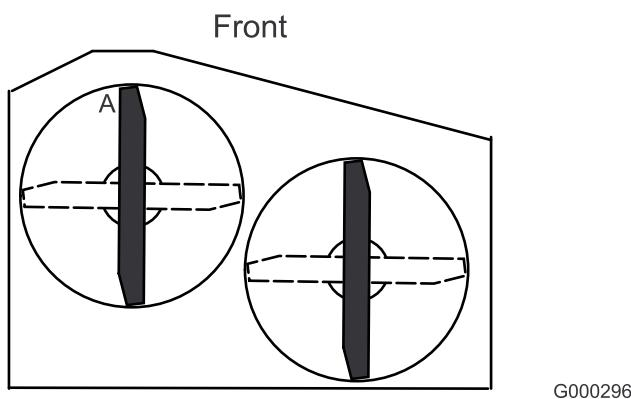

Figura 72
- Con la máquina ubicada en una superficie nivelada, coloque una cuchilla en posición longitudinal. Mida en la posición A desde una superficie nivelada hasta el filo de corte de los extremos de la cuchilla (Figura 71). Para carcasa de corte de 36 pulgadas, consulte la Figura 72.